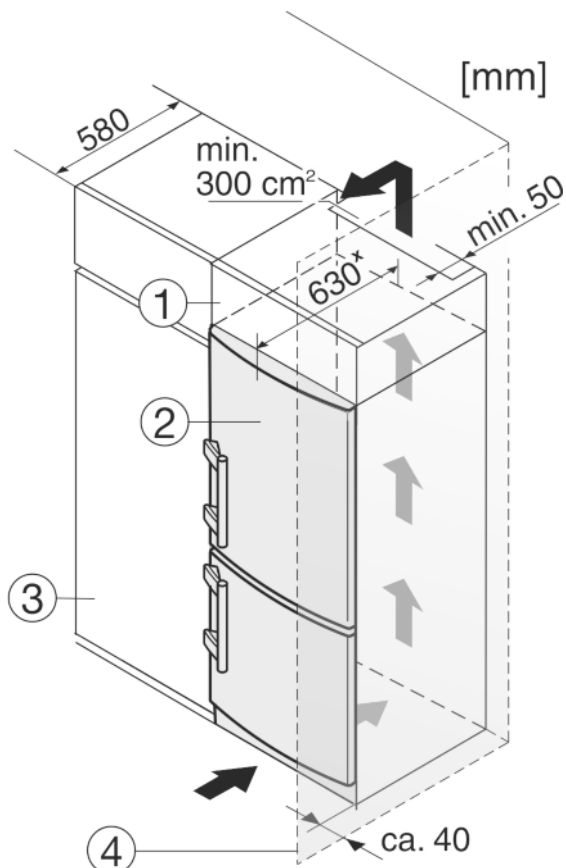

Fig. 9
- (1) Opbouwkast (3) Keukenkast
(2) Apparaat (4) Wand
Het apparaat Fig. 3 (6) kan worden ingebouwd in de keuken. Om het apparaat aan de hoogte van het keukenblok aan te passen, kunt u er een passende opbouwkast Fig. 9 (1) op plaatsen.
Bij een ombouw met keukenkasten (diepte max. 580 mm) kan het apparaat direct naast de keukenkast Fig. 9 (3) worden geplaatst. Het apparaat steekt aan de zijkant 34 mm* en in het midden 50 mm* uit ten opzichte van het keukenkastfront.
Plaast u het apparaat met de scharnierkant naast een muur Fig. 9 (4), dan moet de afstand tussen apparaat en muur minstens 40 mm bedragen. Dit in verband met het uitsteken van de deurgreep bij een geopende deur.